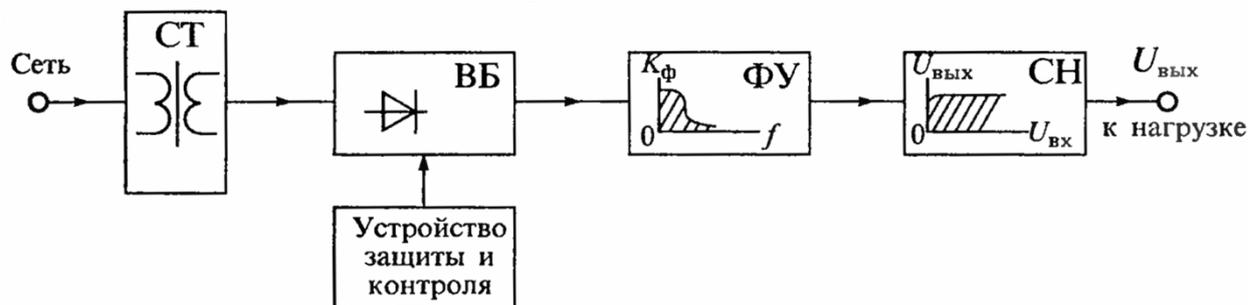

Рис.1. Обобщенная структурная схема выпрямителя
1. Дано: схема (рис.1), $U_1 = 10 \text{ В}$, $U_2 = 13 \text{ В}$, $U_3 = 15 \text{ В}$, $U_4 = 22 \text{ В}$, $R_1 = R_2 = 1 \text{ кОм}$.
Виды выпрямителей и их характеристики. Выпрямителем называется устройство для преобразования переменного напряжения в постоянное. Основное назначение выпрямителя заключается в сохранении направления тока в нагрузке при изменении полярности приложенного напряжения. Выпрямитель можно рассматривать как один из типов инверторов напряжения. Обобщенная структурная схема выпрямителя приведена на рис.1. В состав выпрямителя могут входить: силовой трансформатор СТ, вентильный блок ВБ, фильтрующее устройство ФУ и стабилизатор напряжения СН. Трансформатор СТ выполняет следующие функции: преобразует значение напряжения сети, обеспечивает гальваническую изоляцию нагрузки от силовой сети, преобразует количество